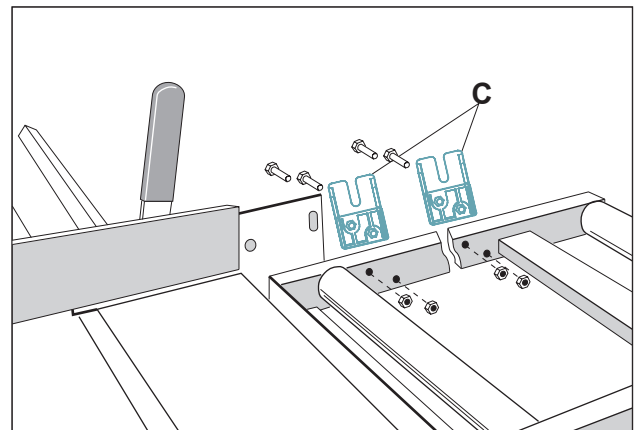
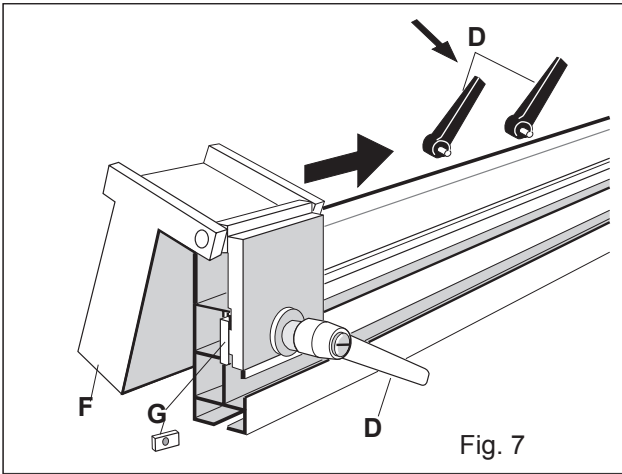
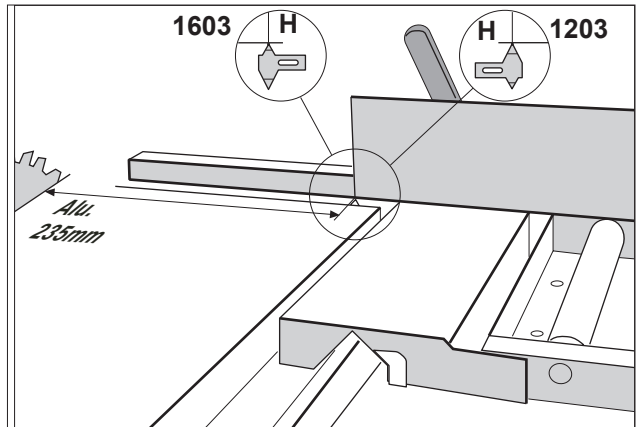

Fig. 6
Fig. 7
Fig. 8
- Monter brakettene **C** på rullebordet som vist i *fig. 6*. Før deretter mutterne **G** inn i det nederste sporet på anholdet og skru så låsehendlene **D** i mutterne (*fig. 7*). Monter deretter anholdet med låsehendlene i sporet på brakettene **C** (*fig. 6*).
- For at målebåndet på anholdet skal vise riktig ved kapping av arbeidsstykket, stilles sagbladet i kappeposisjon **0°** og låses i løftet stilling. Juster anholdet i lengderetningen slik at avstanden mellom aluminiumsanholdet og sagbladets tenner måler **235mm** (*fig. 8 og 9*). Anholdet låses med låsehendlene **D** (*fig. 7*). Bruk materialstopperen og kontroller at innstillingen er riktig ved å foreta en prøve-kapping. Når anholdet er riktig justert, justeres også pilen **H** bak på sagbordet som vist i *fig. 8 og 9*. Pilen skal markere enden av aluminiumsanholdet. Det vil senere være lett å stille anholdet tilbake i denne posisjonen.
- Før den fellbare materialstopperen **F** inn på anholdet fra enden, slik at mutteren **G** kommer inn i aluminiumsprofilen. (Se *fig. 7*.)